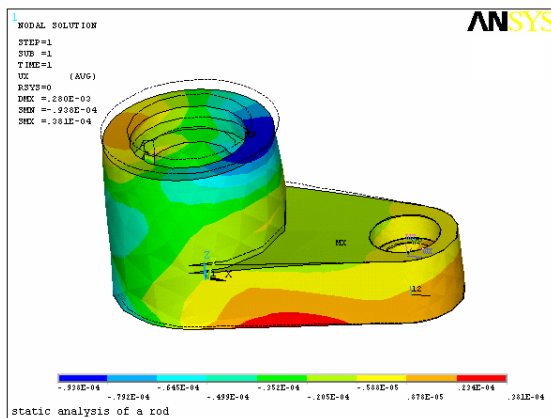

图 8-62 X 方向的位移
⑤单击“OK”按钮，在图形窗口中显示出变形图，包含变形前的轮廓线，如图 8-62 所示。图中下方的色谱表明不同的颜色对应的数值（带符号）。